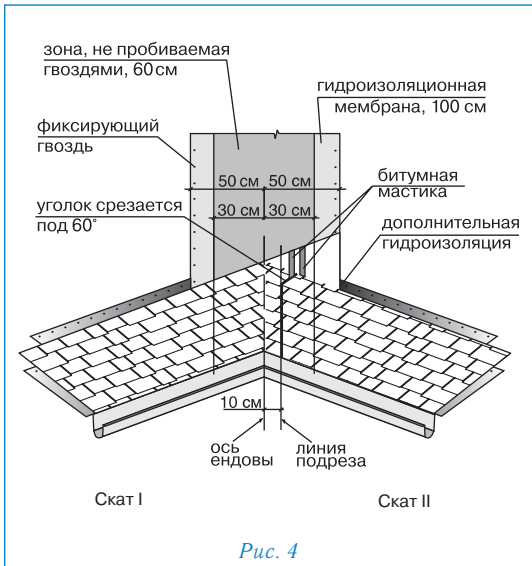

Рис. 4
#### Ендова (рис. 4)
- лист, подходящий к ендове со ската II, должен доходить до линии подрезки и обрезаться по ней. Верхний уголок обрезанного края листа подрезается под углом 60° (5×3 см — рис. 4);